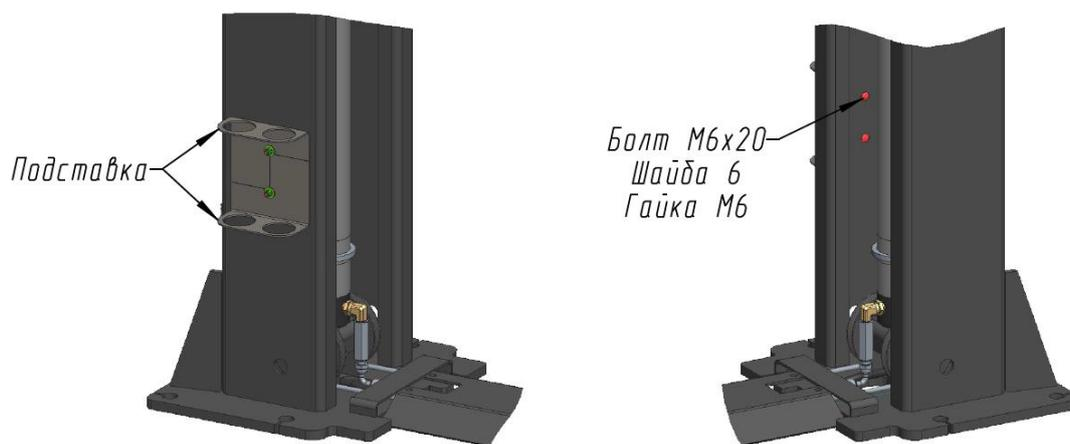

Рисунок 4. Установка подставок
6.4 Для установки подставок (Рисунок 4) необходимо поднять и установить на стопор-фиксатор каретку.